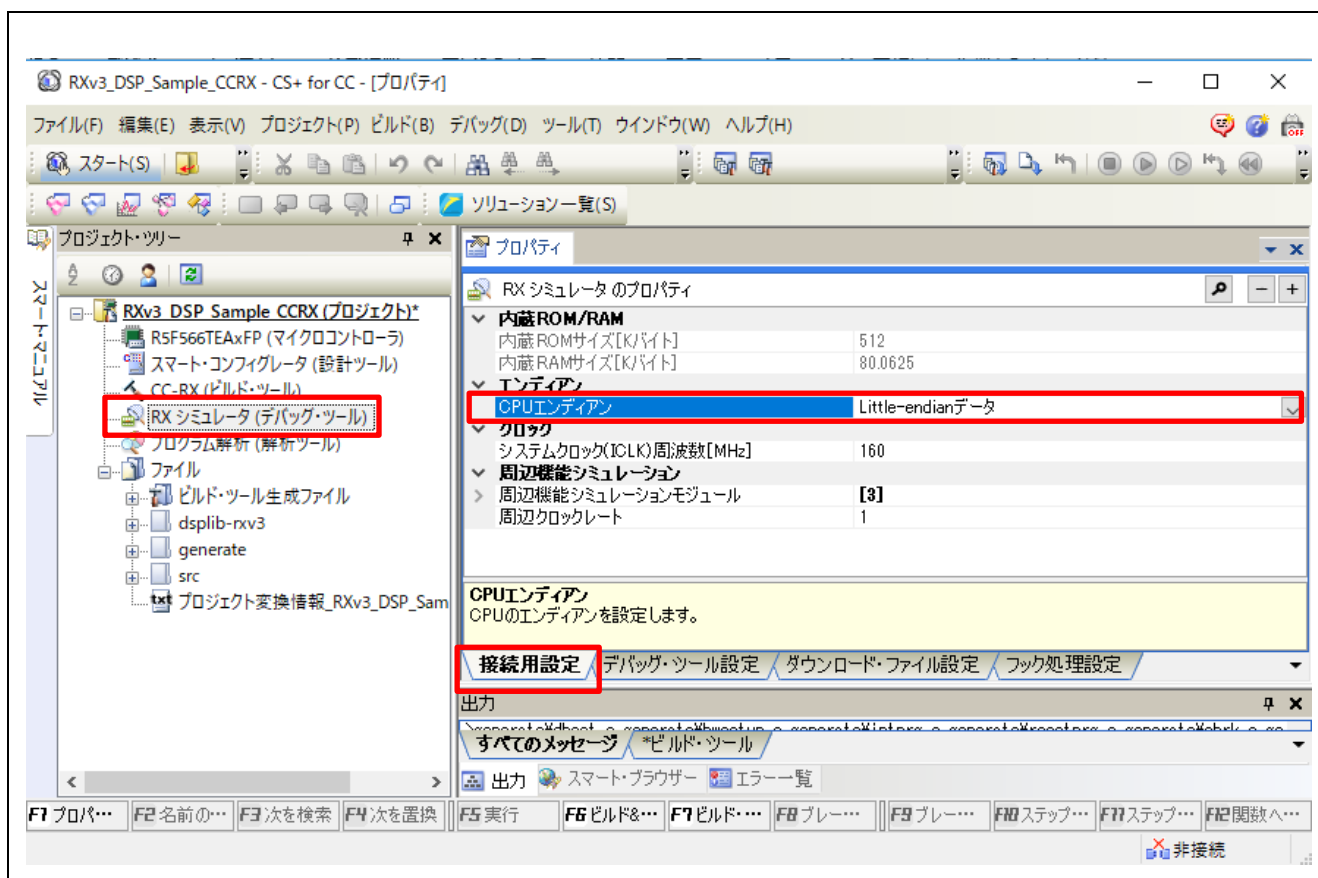

図 3-6 CS+の RX シミュレータ設定
- 図 3-6 に示すように、プロジェクト・ツリー「RX シミュレータ (デバッグ・ツール)」をクリックして、RX シミュレータのプロパティ「接続用設定」のエンディアン設定で、ビルド構成に合わせてエンディアンを選択します。